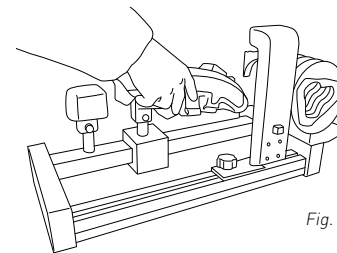

Fig. 5
*1. Stacciare al massimo la scarpa ed inserirla sul supporto partendo dalla punta e agganciando successivamente il tallone. A questo punto, assicurarsi che il tallone sia ben aderente al supporto e facendo pressione su di esso spingere in avanti il puntale (Fig. 5). Per ridurre il movimento laterale della scarpa, stringere la scarpa con il proprio sistema di allacciamento.